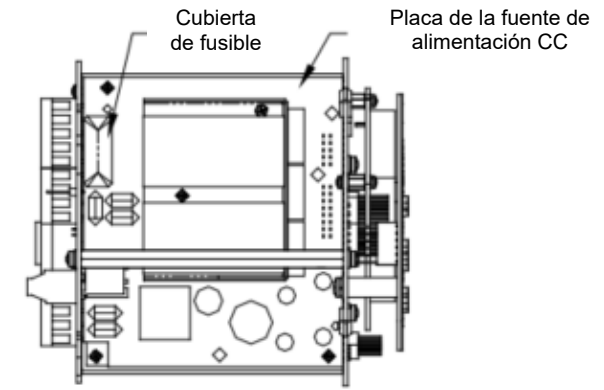

Ilustración 6
3. Localice el fusible en el lado izquierdo de la placa de alimentación, justo debajo de la placa de terminales (consulte la *Ilustración 6*) en la *Figura 7 de la página 30*.